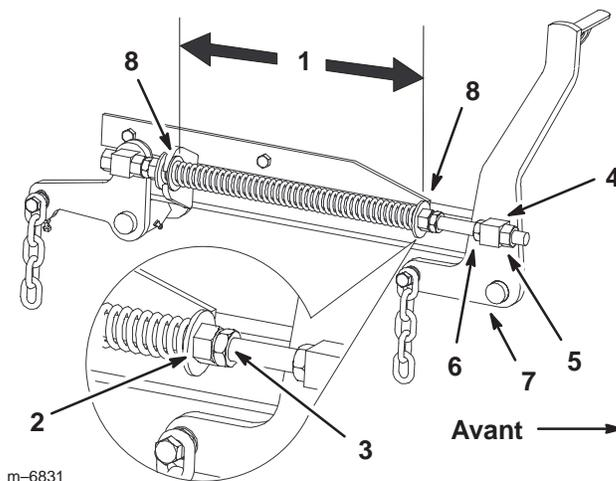

Figure 70
7. Desserrez d'environ 13 mm (1/2 pouce) les écrous de blocage à l'avant des pivots avant gauche et droit (Fig. 70).
8. Réglez les écrous de relevage sur les côtés gauche et droit de la machine de manière à **abaisser l'avant de 6 à 10 mm (1/4 à 3/8 pouce) au point A par rapport au point B à l'arrière** (Fig. 70).
2. Vérifiez que les deux grandes rondelles sont bien espacées de 29,2 cm (11-1/2 pouces) (Fig. 70).
3. Réglez cette distance en desserrant l'écrou de blocage du ressort et en tournant l'écrou devant chaque ressort (Fig. 70). Tournez l'écrou dans le sens horaire pour raccourcir le ressort et dans le sens inverse pour l'allonger.
4. Bloquez l'écrou en position en serrant l'écrou de blocage du ressort (Fig. 70).